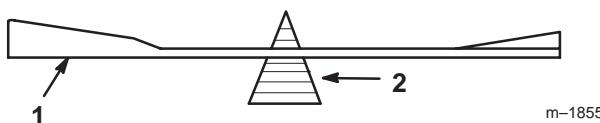

Bild 34
2. Überprüfen Sie die Auswuchtung des Schnittmessers auf einer Ausgleichsmaschine (Bild 34). Wenn das Schnittmesser in seiner horizontalen Position bleibt, ist es ausgewuchtet und kann verwendet werden. Feilen Sie, wenn das Schnittmesser nicht ausgewuchtet ist, vom Flügelbereich des Messers etwas Metall ab (Bild 32). Wiederholen Sie diesen Vorgang, bis das Messer ausgewuchtet ist.